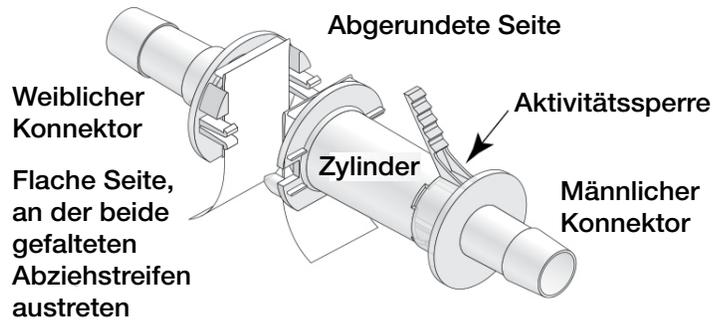

Abbildung 5.29. Aufeinander ausgerichtete flache Seiten der Konnektoren.
- Halten Sie den Zylinder des größeren (männlichen) Kleenpak Konnektors über die Basis. Richten Sie den kleineren (weiblichen) Kleenpak Konnektor auf den männlichen Konnektor aus. Die flachen Seiten müssen aufeinander ausgerichtet sein, und beide Abziehstreifen müssen zusammengefaltet bleiben (Abbildung 5.29). **Hinweis:** Wenn die Kleenpak Konnektoren nicht korrekt ausgerichtet sind, ist keine Verbindung möglich.